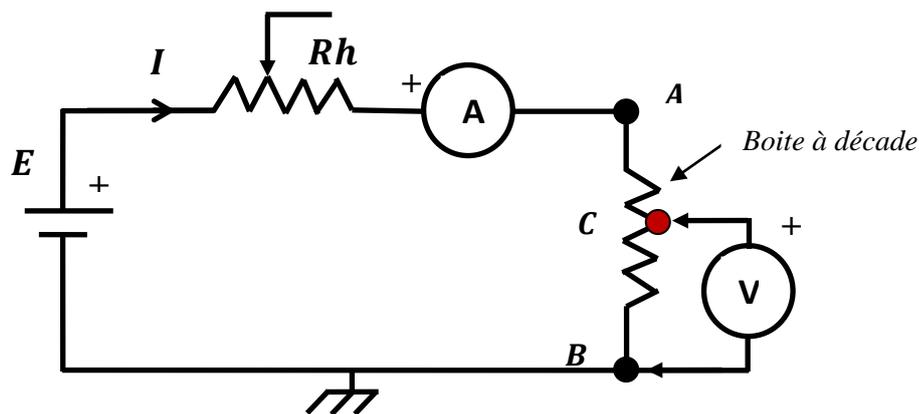

Figure 9 Schéma du circuit loi d'Ohm
- Réaliser méthodologiquement le montage de la figure 9, et noter tous les paramètres possibles, ainsi que leurs valeurs, pouvant vous servir par la suite.
- Commencer par varier la boîte à décades de la valeur nulle (0) jusqu'à la position 10, et noter la tension U à chaque fois.